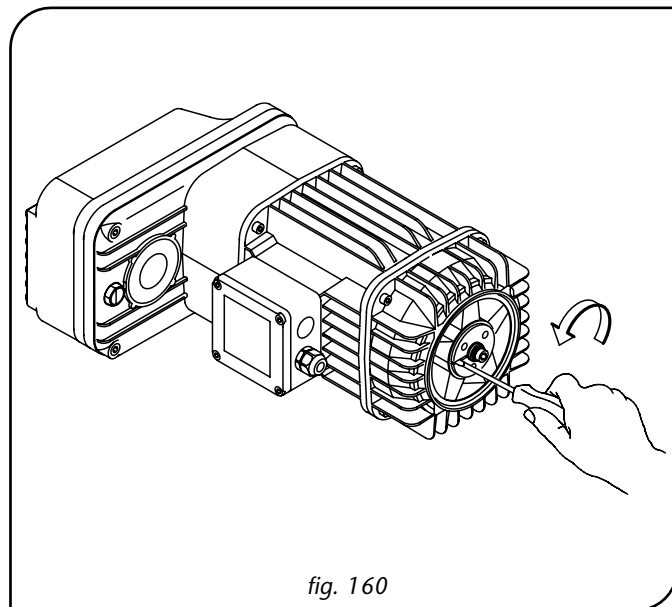

fig. 160
3. Enlever la douille du billot en la débloquant, agir avec un tournevis dans l'entaille si cela est nécessaire (fig. 160)